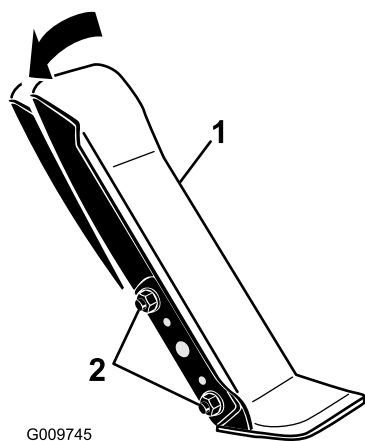

図 56
1. 走行ペダルの左側をブラケットに固定しているナットとボルト各2をゆるめる 図 56。
2. 走行ペダルを希望の角度に調整し、ナットで固定する 図 56。